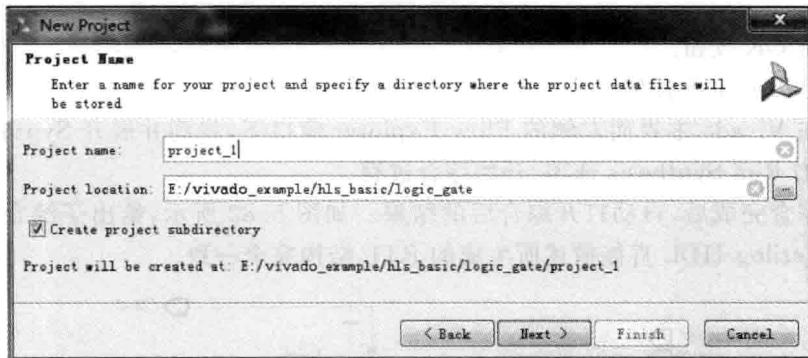

图 5.80 定位工程路径和工程名字
(1) 在 Windows 7 操作系统主界面下,选择开始→所有程序→Xilinx Design Tools →Vivado 2013. 3→Vivado 2013. 3,或者在桌面系统上双击 Vivado 2013. 3 图标,打开 Vivado 集成设计工具。
(2) 在 Vivado 主界面主菜单下,选择 File→New Project…。
(3) 出现 New Project-Create a New Vivado Project(新工程-创建一个新 Vivado 工程)对话框界面。
(4) 单击 Next 按钮。
(5) 如图 5.80 所示,出现 New Project-Project Name(新工程-工程名字)对话框界面,按图中设置参数(用户可以根据自己的情况确定)。